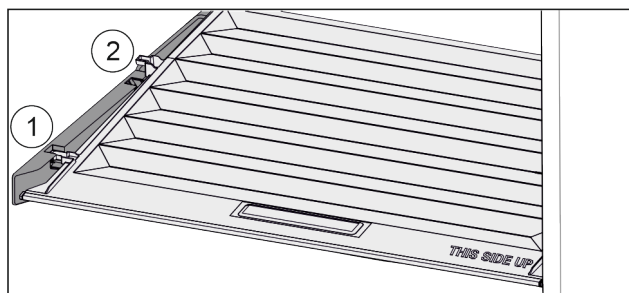

Fig. 101
- ▶ Tõmmake kaant kuni avanemiseni hoidedetailides ettepoole Fig. 101 (1).
- ▶ Tõstke tagant altpoolt üles ja võtke ülespoole ära Fig. 101 (2).